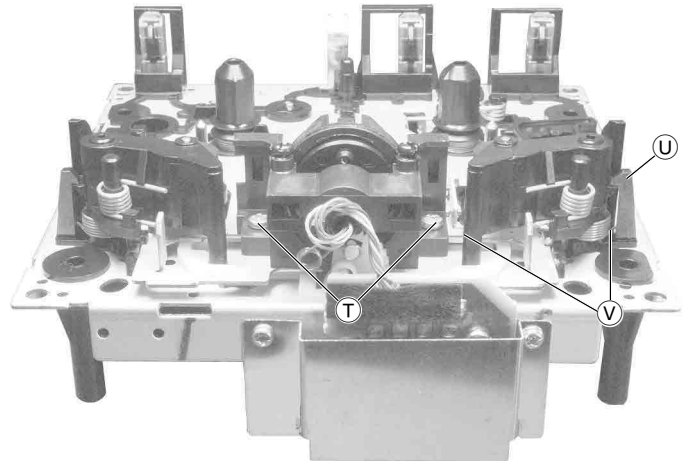

Fig. 10
- 2 Schrauben (T) (Fig. 10) herausdrehen und A/W-Kopf abnehmen.
- Rastnase (U) (Fig. 10) ausrasten.
Montagehinweis: Feder (V) wieder einhängen (Fig. 10).
- Undo 2 screws (T) (Fig. 10) and remove the R/P Head.
- Disengage catch (U) (Fig. 10).
Reassembly: When reassembling hook in the spring (V) (Fig. 10).